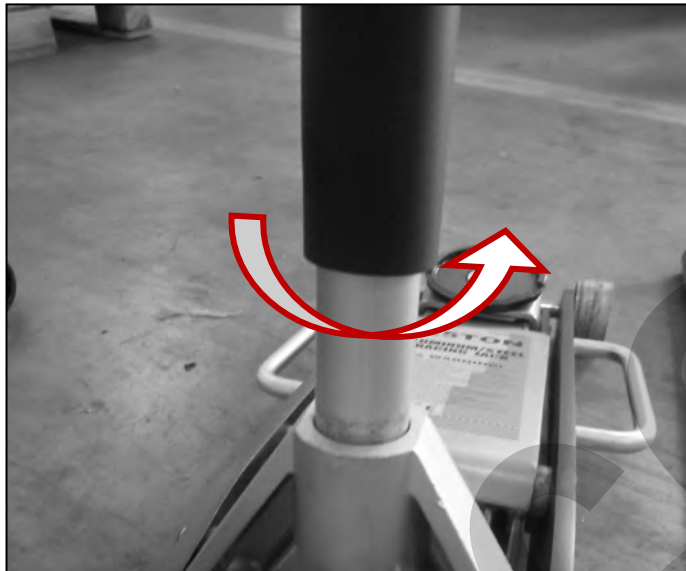

Figura 12 - Apertura valvola di ritegno.
6. Con la leva di sollevamento aprire la valvola di ritegno, ruotandola in senso antiorario: ruotare la leva di sollevamento in senso antiorario (vedere la Figura 12)